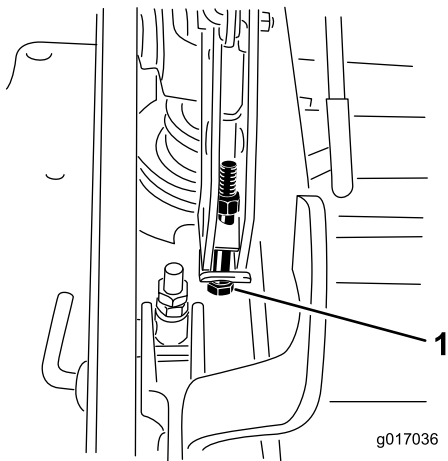

Figure 80
13. Si le plateau est trop bas, serrez le boulon de réglage monopoint dans le sens horaire. Si le plateau est trop haut, desserrez le boulon de réglage monopoint dans le sens antihoraire (Figure 80).